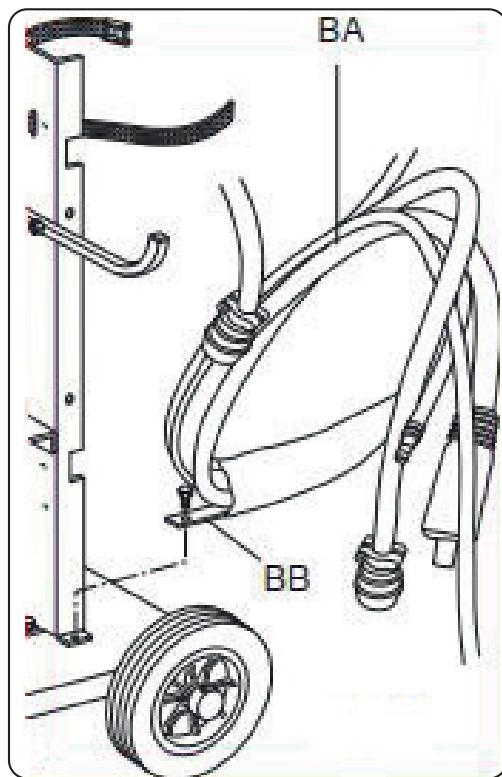

Fig. 3
- ♦ Bloquer l'extrémité du raccordement BA en fixant la languette BB à la base de la machine (voir fig. 3).